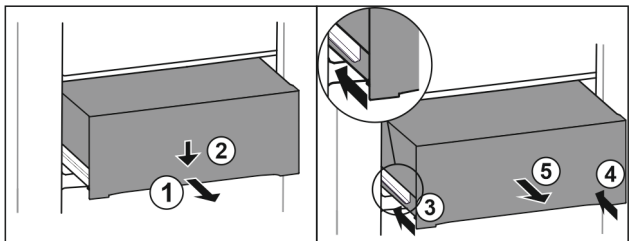

Fig. 104
- ▶ Extraiga el cajón hasta la mitad. Fig. 104 (1)
- ▶ Presionar hacia abajo el cajón de la parte delantera. Fig. 104 (2)
- ▶ Introducir el carril izquierdo unos 2 cm. Fig. 104 (3)
- ▶ Introducir el carril derecho unos 2 cm. Fig. 104 (4)
- ▶ Extraiga el cajón hacia delante. Fig. 104 (5)